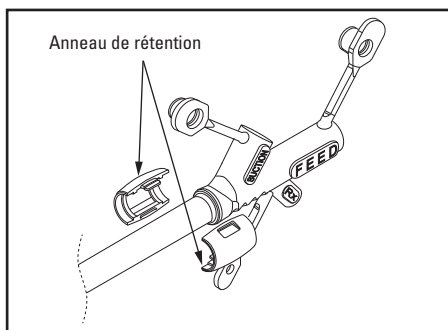

Figure 3
18. Fixer la partie distale de l'embase de la sonde de jéjunostomie par GPE à la sonde de gastrostomie en place, en plaçant les deux moitiés de l'anneau de rétention sur l'embase et la sonde de gastrostomie, comme illustré à la figure 3.